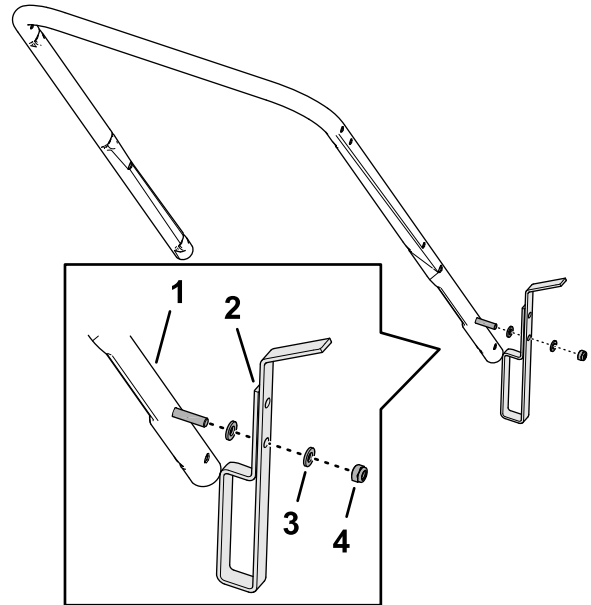

Figuur 3
1. Bepaal de hoogte van de duwboom wanneer de voetstop aan de hefaanslagbeugel is bevestigd (Figuur 3).